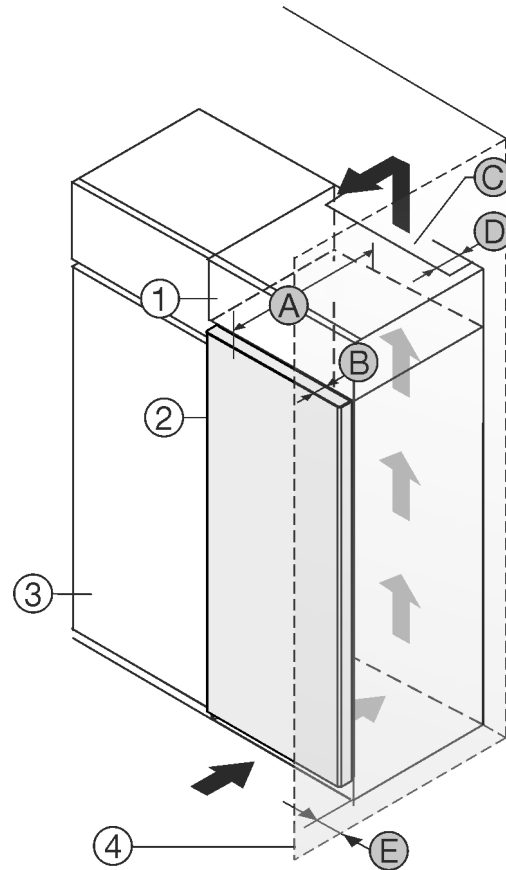

Fig. 1
- (1) Nástavná skříňka
- (2) Příklad
- (3) Kuchyňská skříň
- (4) Stěna
- (B) Hloubka dvířek
- (C) Ventilační průřez
- (D) Vzdálenost zadní strany přístroje
- (E) Vzdálenost k zadní straně přístroje
- (A) Hloubka přístroje
Můžete přístroj nainstalovat přímo vedle kuchyňské skřínky Fig. 1 (3).
Na zadní straně nástavné skřínky musí být větrací šachta hluboká Fig. 1 (D) přes celou šířku nástavné skřínky.
Pod stropem místnosti musí být dodržen ventilační průřez Fig. 1 (C).
Když přístroj instalujete závěsy vedle stěny Fig. 1 (4), musí být vzdálenost mezi přístrojem a stěnou minimálně 13 mm.
Když přístroj instalujete závěsy vedle stěny Fig. 1 (4), musí být vzdálenost mezi přístrojem a stěnou minimálně 20 mm.
Aby bylo možné dvířka plně otevřít, musí přístroj přesahovat o hloubku dvířek Fig. 1 (B) vůči přední linii kuchyňské skřínky. V závislosti na hloubce kuchyňských skříněk Fig. 1 (3) a použití vymezovačů odstup od stěny může přístroj vyčnívat dále.